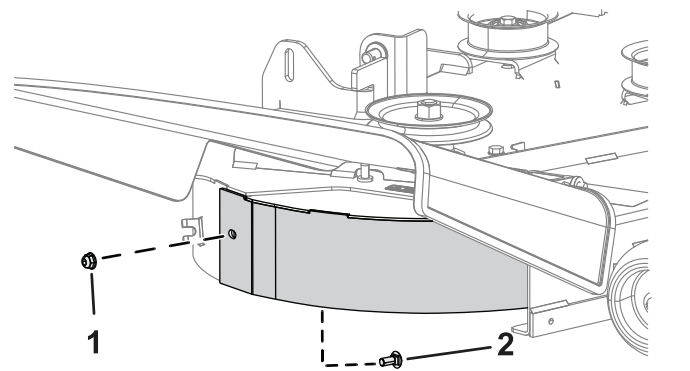

Figura 3
2. Sujete el tabique trasero del deflector derecho a la carcasa de corte con 1 perno de cuello cuadrado (5/16" x 3/4") y una tuerca (5/16"), como se muestra en la Figura 3.